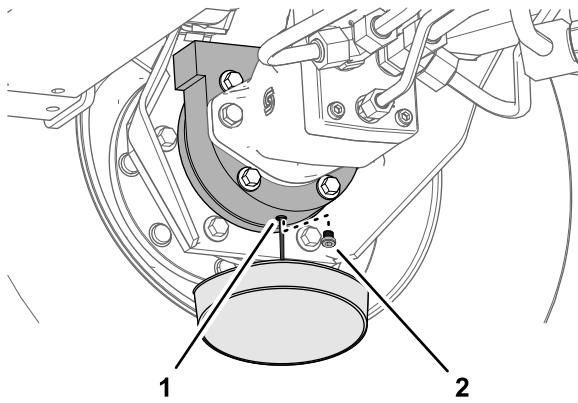

Рисунок 66
6. Подставьте сливной поддон под корпус тормоза, снимите пробку сливного отверстия и дайте маслу полностью стечь (Рисунок 66).